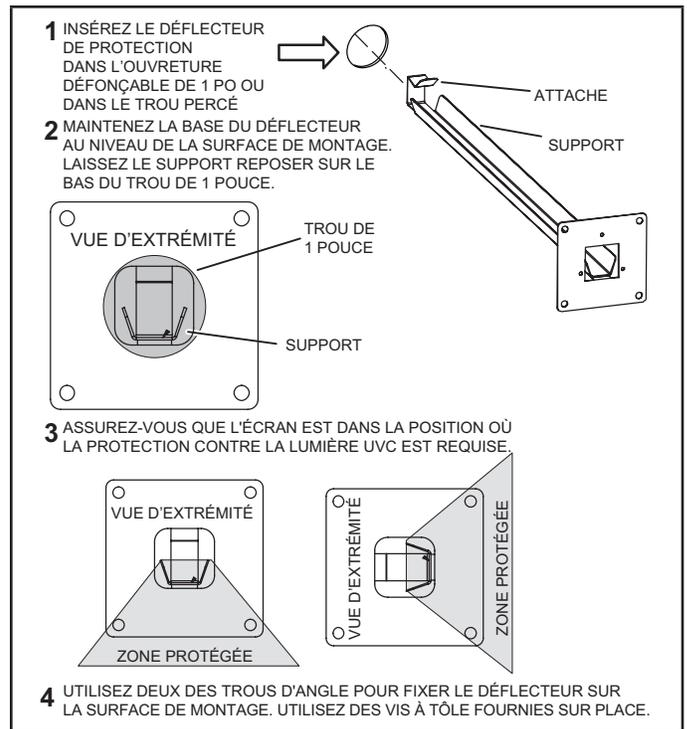

FIGURE 6. Installation du déflecteur de protection
- 2 - **Sautez cette étape si aucun déflecteur de protection n'est nécessaire.** Si vous utilisez un déflecteur de protection (Y5171), il doit être installé dans le trou de 1 po avant de poursuivre cette procédure. Reportez-vous à la procédure décrite à la figure 6.
Installez le déflecteur de protection de la lampe lorsque vous installez la lampe au-dessus d'un composant non résistant aux UVC, tel qu'un filtre. Ajustez le déflecteur pour vous assurer que le composant n'est pas exposé à des UVC directes. Installez le déflecteur de protection (commandé séparément) comme illustré à la figure 6.
Un déflecteur de protection a été installé pour protéger le filtre ou d'autres composants non résistants aux UVC (voir figure 6).